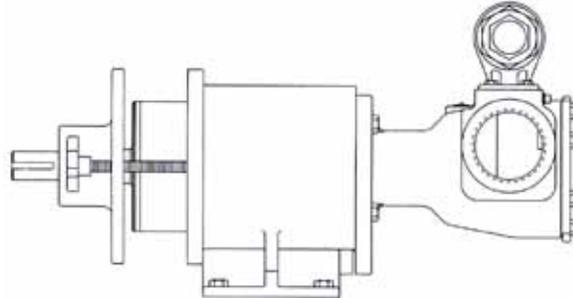

ABBILDUNG 39
4. Der äußere Magnet sollte nun in das Lagergehäuse eingebaut werden. Wenn nicht, siehe Zerlegen/Zusammenbau des Lagergehäuses. Installieren Sie die Hand- Abdrückschrauben, so daß 4 Zoll der Gewinde unten aus dem Gehäuse herausragen. Unterstützen Sie das Lagergehäuse von oben und schieben Sie den Magneten vorsichtig über den Spalttopf, so daß die Magneteinheiten sich anzuziehen beginnen. Drehen Sie die Hand- Abdrückschrauben gleichmäßig zurück. Siehe Abbildung 39. Das Lagergehäuse bewegt währenddessen in Richtung Lagerbock.